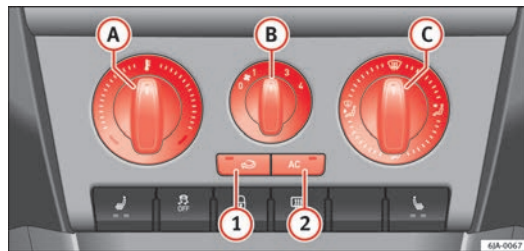

Fig. 99 Aire acondicionado: elementos de manejo
El sistema de refrigeración funciona solamente si está pulsada la tecla **AC** ② ⇒ fig. 99 ⇒ página 133 cumpliéndose a la vez las siguientes condiciones:
- La temperatura aumenta girando el mando **A** ⇒ fig. 99 hacia la derecha.
- Conecte el ventilador girando el mando **B** ⇒ fig. 99 a las posiciones de 1 hasta 4.
- Si desea cerrar la entrada de aire fresco, utilice la tecla **☐** ① ⇒ página 135, Recirculación de aire.
- Girando el mando **C** ⇒ fig. 99 se ajusta el acceso de aire a los respectivos difusores ⇒ página 130.
- Pulse la tecla  ⇒ fig. 99 y el testigo dentro de la tecla se enciende.
- Mandos A → fig. 99 → página 133, B, C y teclas 1 y 2.
- Pulse la tecla  1 → fig. 99 → página 133 y el testigo dentro de la tecla se enciende.
- Pulse otra vez la tecla  ① ⇒ fig. 99 ⇒ página 133 y el testigo dentro de la tecla se apaga.
Si el regulador de la distribución de aire  ⇒ fig. 99 ⇒ página 133 está en la posición , la recirculación se apaga automáticamente. Pulsando la tecla  puede volver a encender la recirculación de aire en esta posición.